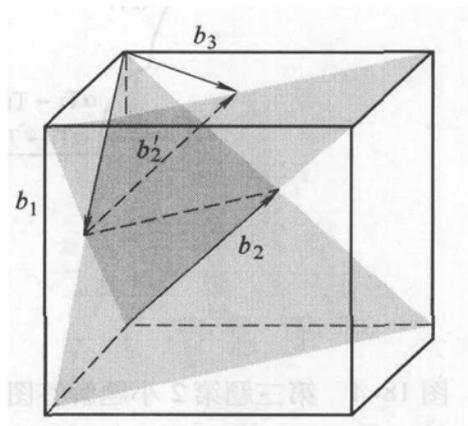

图 18-3 第二题第 3 小题解答图
3. 新位错为 $b_3 = \frac{a}{2} [110]$ 。位错线为 (111) 面与 $(\bar{1}\bar{1}\bar{1})$ 面的交线 $[\bar{1}\bar{1}0]$ 。两者垂直, 因此是刃型位错。如图 18-3 所示。
4. $\{110\}$: (110) (101) (011) ($\bar{1}\bar{1}0$) ($\bar{1}0\bar{1}$) ($0\bar{1}\bar{1}$)